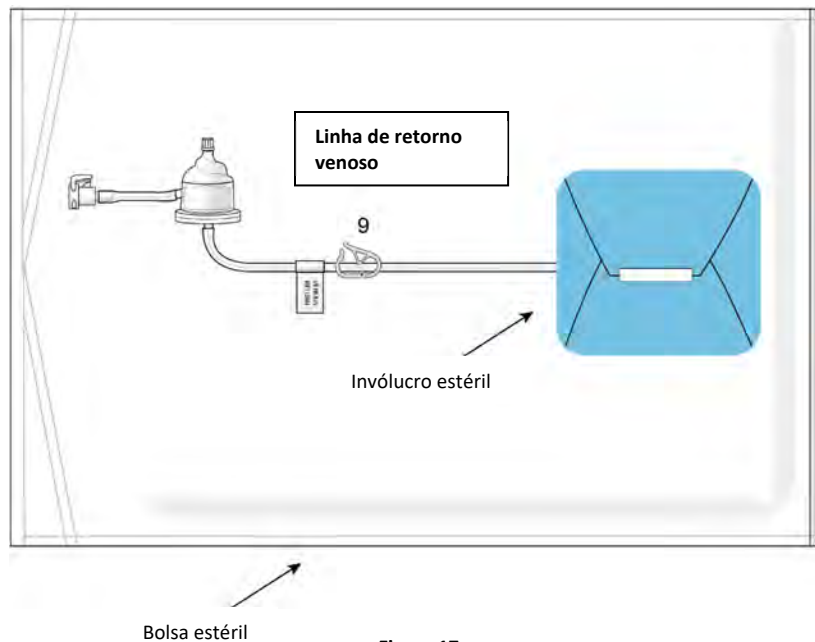

Figura 17
- (b) Abra a bolsa estéril de retorno venoso e retire a linha de retorno venoso e o borbulhador integrado (Figura 17).